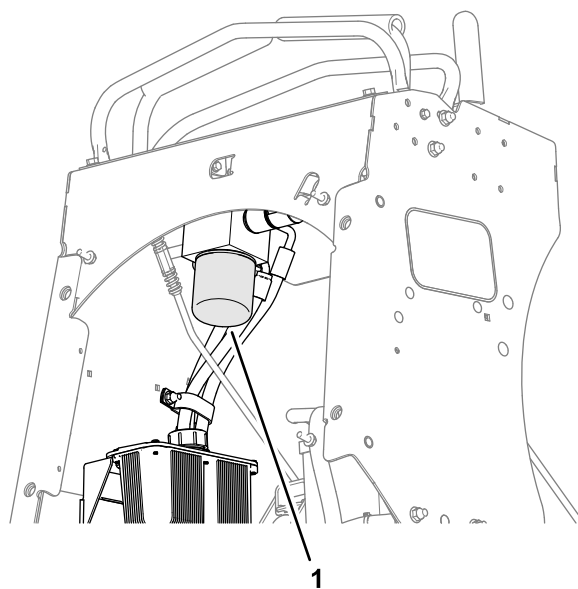

Figura 54
1. Svitare il filtro per rimuoverlo e lasciate spurgare l'olio (Figura 54).
3. Girate il filtro in senso orario finché la guarnizione in gomma non tocca l'adattatore, quindi serrate il filtro di altri 2/3 - 3/4 di giro (Figura 54).